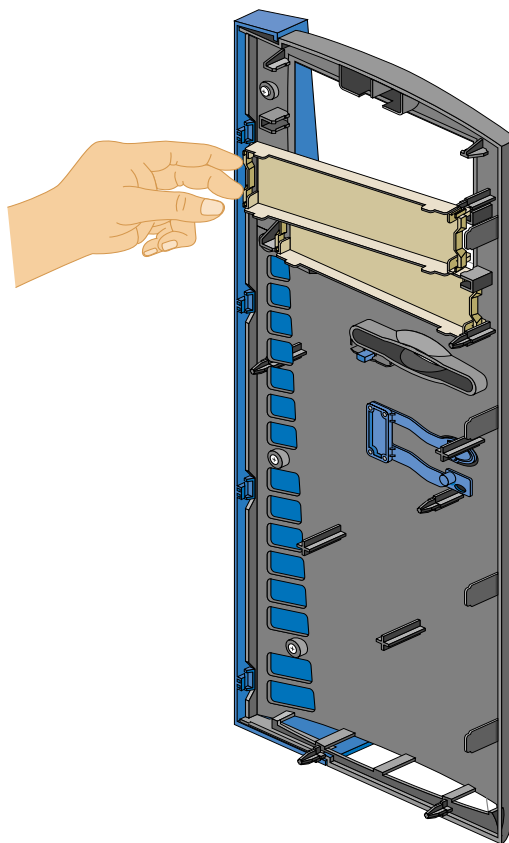

Figura 2-4 Extracción de la tapa de cierre de la cubierta
- Para extraer una tapa de cierre, presione sobre el mecanismo de desenganche de un extremo de la tapa y tire de ella para separarla de la cubierta. En la Figura 2-4 se muestra este procedimiento.